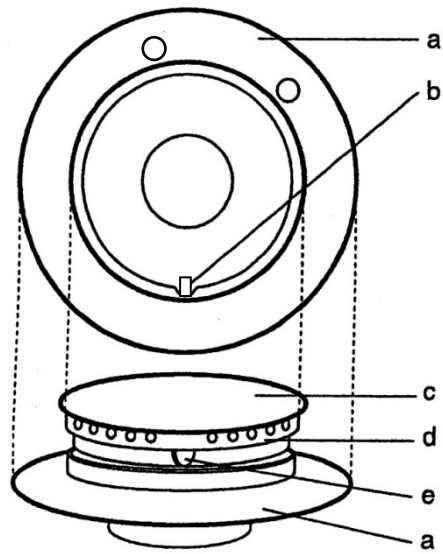

Fig. 1
1. 將銅圈(圖 Fig. 1-d)定位放置好是很重要的。因此需正確使銅圈缺口(圖 Fig. 1-e)與鋁底座(圖 Fig. 1-a)的齒狀(圖 Fig. 1-b)卡合。